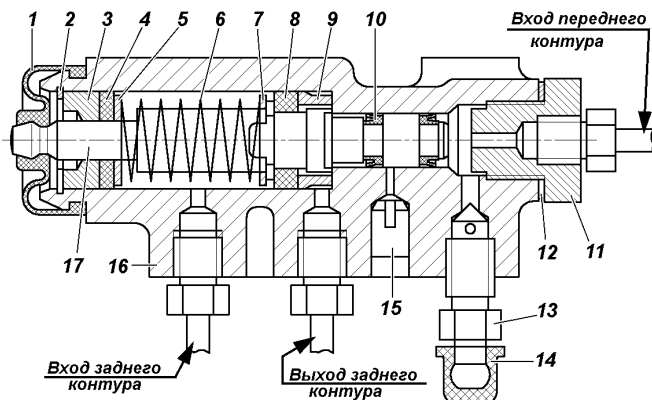

Рис. 9.32. Регулятор давления:
Регулятор давления. На автомобилях, не оснащенных антиблокировочной системой тормозов, устанавливается механический регулятор давления, действующий на задние тормоза (рис. 9.32), который обеспечивает оптимальное распределение тормозных сил по осям автомобиля и не допускает опережающую блокировку задних колес. При обслуживании проверяйте работоспособность регулятора давления. Очищайте регулятор от грязи и проверяйте надежность его крепления. Внешним осмотром убедитесь, что регулятор и детали его привода не имеют повреждений, отсутствуют подтекания тормозной жидкости и люфты в соединении стойки с упругим рычагом и кронштейном на заднем мосту.
При нажатии на педаль тормоза поршень 17 (рис. 9.32) регулятора давления должен выдвинуться из корпуса на 1,7 - 2,3 мм. Отсутствие хода поршня, а также его недостаточный или чрезмерный ход свидетельствует о неисправности регулятора или его привода.
3. Заверните болт 4 до соприкосновения его с хвостовиком поршня 17 (см. рис. 9.32) регулятора.